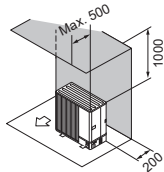

Abb. 2-7
- (2) Hindernisse oder unzugängliche Oberfläche nur auf Rück- und Oberseite (Abb. 2-7)